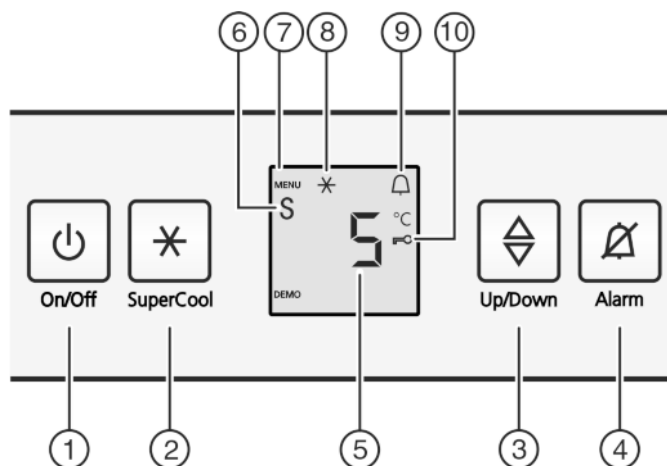

Fig. 2
- ▶ Aan/uit-toets *Fig. 2 (1)* indrukken.
- ▶ Instelmodus activeren: Druk de toets SuperCool *Fig. 2 (2)* ca. 5 s in.
- ▷ Het symbool Menu *Fig. 2 (7)* is verlicht.
- ▶ Met de insteltoets *Fig. 2 (3)* **c** kiezen.
- ▶ Druk kort op de toets SuperCool *Fig. 2 (2)* om te bevestigen. Als in de display **c1** wordt aangegeven:
- ▶ om de kinderbeveiliging in te schakelen, drukt u kort op de toets SuperCool *Fig. 2 (2)*.
- ▷ Het symbool kinderbeveiliging *Fig. 2 (10)* brandt. Op de display knippert **c**.
- ▶ om de kinderbeveiliging uit te schakelen, drukt u kort op de toets SuperCool *Fig. 2 (2)*.
- ▷ Het symbool kinderbeveiliging *Fig. 2 (10)* dooft. Op de display knippert **c**.
- ▶ Instelmodus deactiveren: toets On/Off *Fig. 2 (1)* indrukken.
- ▶ Toets Alarm *Fig. 2 (4)* indrukken.
- ▷ Het symbool Menu *Fig. 2 (7)* brandt.
- ▶ Om de sabbathmodusfunctie op te roepen: Druk kort op de toets SuperCool *Fig. 2 (2)*.
- ▶ **Voor het inschakelen** van de sabbathmodus de toets SuperCool *Fig. 2 (2)* kort indrukken.
- ▶ **Voor het uitschakelen** van de sabbathmodus de toets SuperCool *Fig. 2 (2)* kort indrukken.
- ▶ Instelmodus deactiveren: Druk op de toets On/Off *Fig. 2 (1)*.
- ▷ In de temperatuurweergave wordt het symbool Sabbathmodus *Fig. 2 (6)* weergegeven zolang de sabbathmodus actief is.
- ▶ Temperatuurfunctie oproepen: Druk de insteltoets *Fig. 2 (3)* in.
- ▶ Temperatuur in 1 °C stappen wijzigen: Druk de insteltoets *Fig. 2 (3)* net zo vaak in, totdat de gewenste temperatuur op het temperatuursdisplay oplicht.